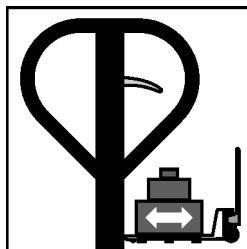

Fig. 7 - Transportando a carga
b) Posicione a alavanca no centro para transportar a carga, conforme fig. 7.